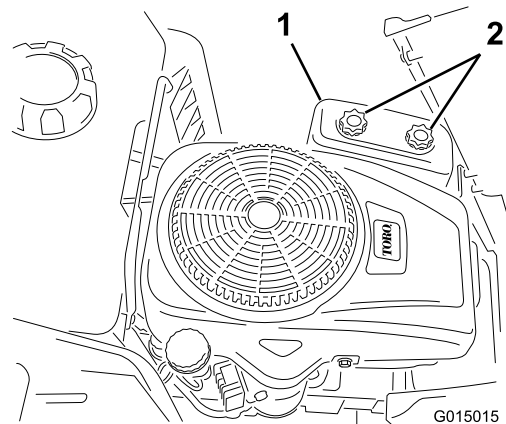

Figure 27
4. Retirez le couvercle du filtre à air en desserrant les 2 boutons (Figure 27).
3. Reposez le couvercle du filtre à air et serrez les deux boutons (Figure 27).